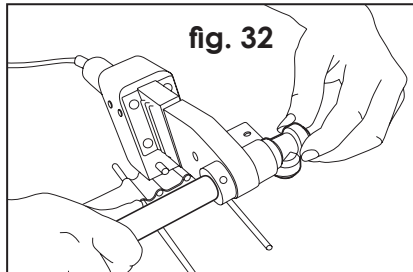

fig. 32
e) Rohr in die Heizbuchse, gleichzeitig Fitting auf den Heizdorn schieben, gerade aufschieben, nicht drehen! (**fig. 32**)